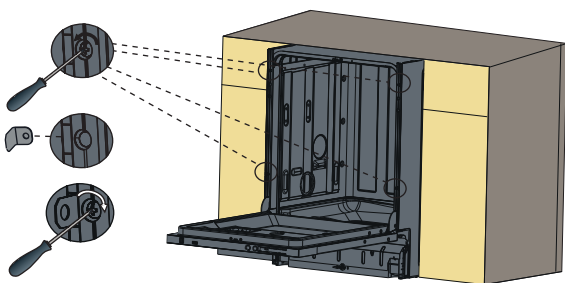

FIGURA 1:
- 1) Retire los 4 tornillos de las paredes laterales (desde la parte delantera) en las posiciones indicadas en la figura 1.